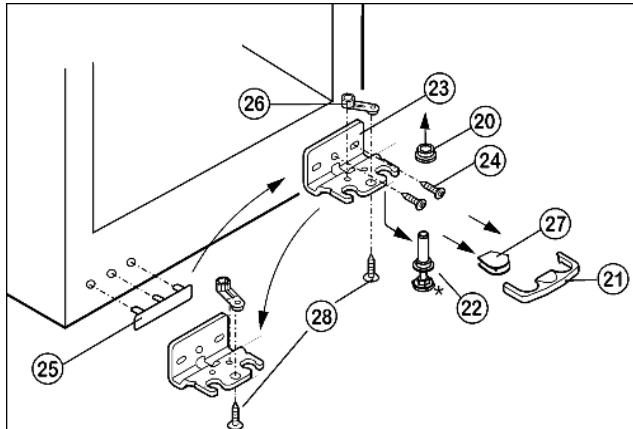

Fig. 9
- ▶ Предохранитель Fig. 9 (21) снимите движением вперед.
- ▶ Снимите крышку Fig. 9 (27).*
- ▶ Полностью вверните регулируемую опору Fig. 9 (22).
- ▶ Вытяните опорный палец Fig. 9 (22) вниз и вперёд. При этом следите за гнездом шарнира Fig. 9 (20).
- ▶ Открутите опорный кронштейн Fig. 9 (23)(2 шт. Torx 25) Fig. 9 (24).
- ▶ Открутите опорную деталь Fig. 9 (26)(1 Torx 25) Fig. 9(28) и, переставив в отверстие на противоположной стороне опорного кронштейна, снова прикрутите.
- ▶ Осторожно приподнимите и переставьте крышку Fig. 9 (25) со стороны ручки.
- ▶ Снова прикрутите опорный кронштейн Fig. 9 (23) на новой стороне шарнира, при необходимости с помощью аккумуляторного шуруповерта через внешний продольный паз и круглое отверстие.
- ▶ Установите крышку Fig. 9 (27) на противоположной стороне.*
- ▶ Предохранитель (21) нужно зафиксировать сбоку на кронштейне, чтобы опорный палец и двери были защищены от выпадения.
- ▶ Снова защелкните предохранитель (21) на опорном кронштейне.
- ▶ Наденьте гнездо шарнира Fig. 9 (20).
- ▶ Установите дверцу сверху на нижний опорный палец Fig. 9 (22).
- ▶ Выверните средний винт на нижнем опорном кронштейне Fig. 9 (23).*
- ▶ Переставьте средний винт на нижнем опорном кронштейне Fig. 9 (23) в свободный продольный паз.*
- ▶ При необходимости выровняйте дверцы через два продольных паза в нижнем опорном кронштейне Fig. 9 (23) параллельно корпусу устройства.